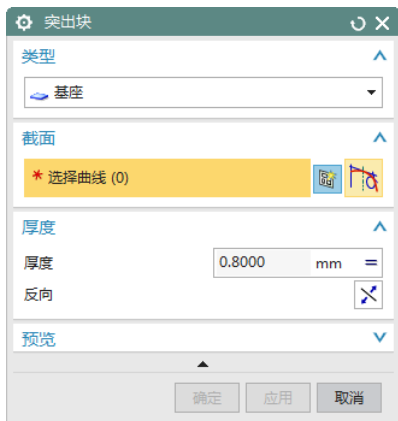

图 10-35 “突出块”对话框
(1) 选择“菜单(M)”→“插入(S)”→“突出块(B)...”，或者单击“主页”选项卡“基本”面组上“突出块”按钮，打开如图 10-35 所示的“突出块”对话框。